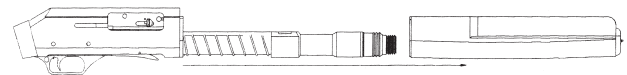

Figura 2.
- 2) Rimuovete l'astina. (figura 2)